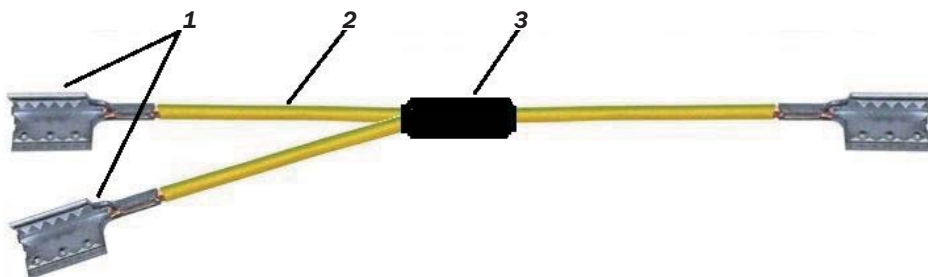

Рис. 10. Перемычка с тремя сжимаемыми соединителями экрана:
5.11 Для восстановления непрерывности и целостности экрана кабеля в комплекты муфт МСБВБэп-П-Пу включены перемычки с тремя сжимаемыми соединителями экрана (см. рис. 10).